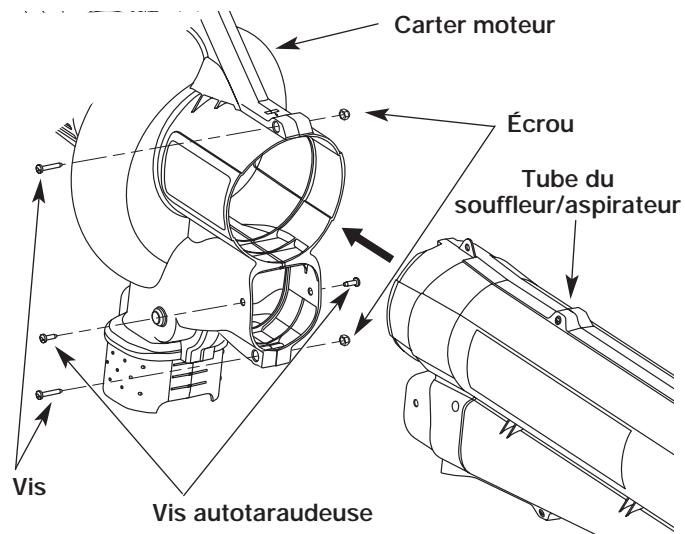

Fig. 1
- Insérez le tube du souffleur/aspirateur à fond dans l'ouverture du carter moteur afin que les orifices des loquets du tube du souffleur/aspirateur soient alignés avec les trous à vis du carter (Fig. 1).
2. Enlevez les 2 (deux) vis et écrous fixant le tube du souffleur/aspirateur au carter (Fig. 1).